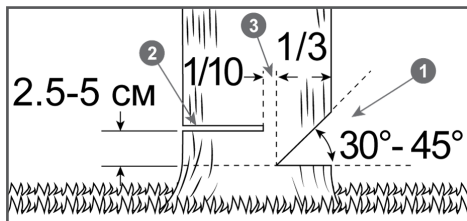

Рис. 16 Расположение запила, пропила и недопила
- Начните пилить с той стороны дерева, куда оно должно упасть (Рис. 16). Сделайте запил 1 с той стороны, куда должно упасть дерево, глубиной примерно $\frac{1}{3}$ диаметра ствола и под углом от 30 до 45 градусов (Рис. 16). Линия стыка двух пропилов, образующих запил, называемая направляющей линией, должна располагаться как можно более горизонтально и под углом 90 градусов к направлению валки.
- Сделайте основной валочный пропил 2 с противоположной стороны, выше основания запила на 2,5-5 см. Между основным пропилом и запилом должен оставаться недопил 3 примерно $\frac{1}{10}$ диаметра ствола. Вставьте своевременно клин в пропил. Недопил 3 действует как шарнир и позволяет контролировать падение дерева (Рис. 16).
Ни в коем случае не допиливать до конца недопил 3 (Рис. 16), так как вы не сможете контролировать направление падения дерева.